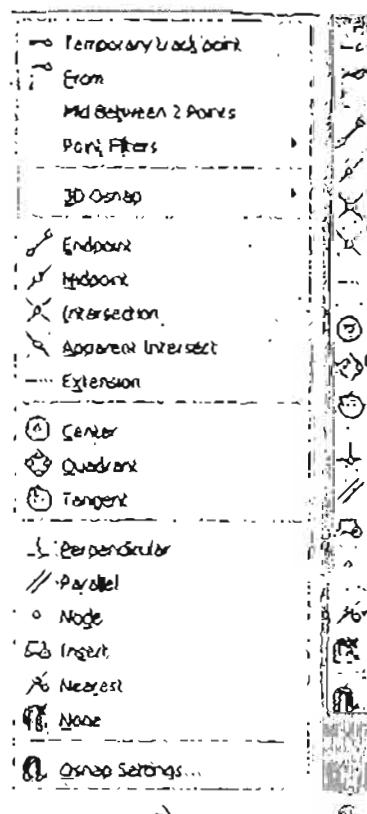

Рис. 2.13. Контекстное меню (а) и панель инструментов объектной привязки (б) к точкам объектов
Объектное отслеживание – режим, при котором в процессе построения объектов отслеживаются координаты точек, расположенных на существующих объектах (рис. 2.13). Этот режим используется для использования дополнительных построений, связанных с уже имеющимися в чертеже объектами. Команды отслеживания сгруппированы в меню AutoCAD (AutoCAD) в подменю Object Snap Tracking (Объектная привязка). Для этого момента, когда AutoCAD запоминает координаты определенной точки для построения. Следует помнить, что объектное отслеживание построено только при работе с инструментами Object Snap (Объектная привязка), которые будут описаны в дальнейшем.
- щелкнуть мышью на кнопке с выбранным способом привязки на панели инструментов **Object Snap** (Объектная привязка) (рис. 2.13 б). Вызов панели на экран описан в разделе 1.9.2 (см. рис. 1.36).
- нажать клавишу <Shift> и, удерживая ее, нажать правую кнопку мыши, после чего из появившегося контекстного меню (см. рис. 2.13 а) выбрать нужный способ привязки.